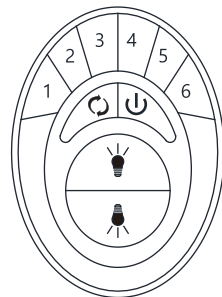

Imagen 21
Paso 1. Restaure la corriente al circuito derivado del ventilador para techo en el disyuntor o caja de fusibles. Dentro de 60 segundos de restaurar la corriente, mantenga pulsado el botón "⏻" del transmisor (Imagen 21) por 5 segundos. La luz trasera del control remoto titilará dos veces y el ventilador girará por varios segundos. Esto confirmará que se completó la vinculación. El transmisor estará vinculado a su ventilador y listo para usarse.